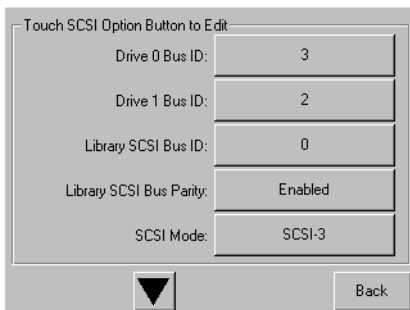

Figura 3-4. Pantalla del campo de datos Drive 0 bus 0
- d. Seleccione OK (Aceptar) para confirmar. Aparecerá un nuevo ID SCSI en el campo de datos Drive 0 Bus 0 (consulte la Figura 3-4).